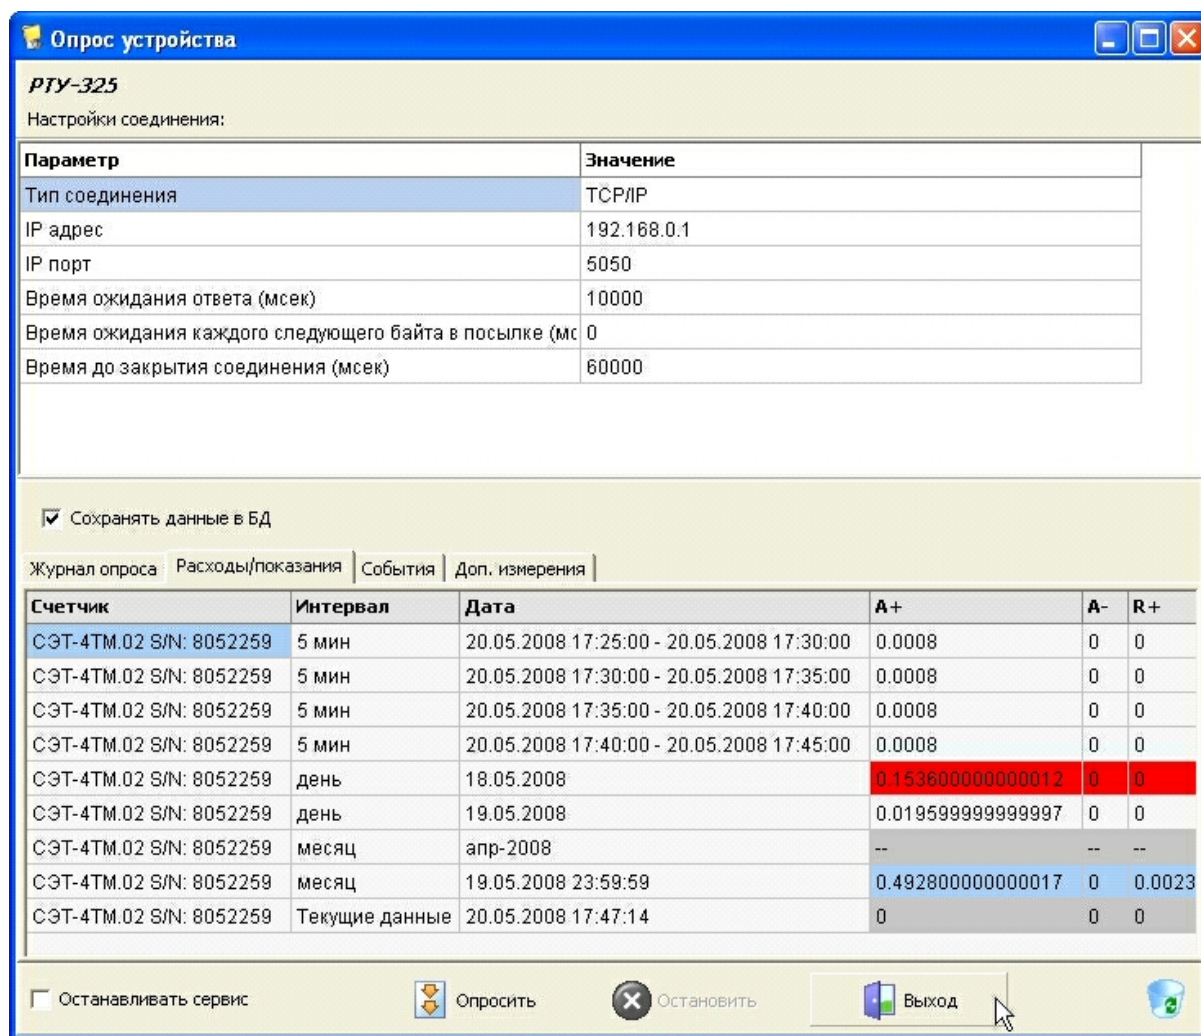

Рис. 7.2. Ручной опрос УСПД, просмотр считанных данных
- 4) В открывшемся окне (см. Рис. 7.2) задать/изменить настройки связи со счётчиком/УСПД (только при необходимости опроса по нестандартному каналу связи);